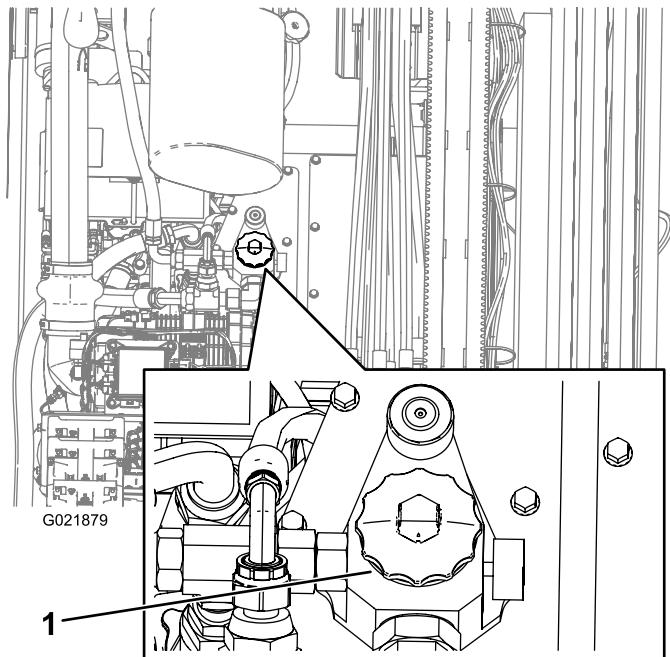

Figura 109
4. Abra el tapón del depósito hidráulico (Figura 109).
10. Coloque un recipiente debajo del filtro y retire el filtro (Figura 109).